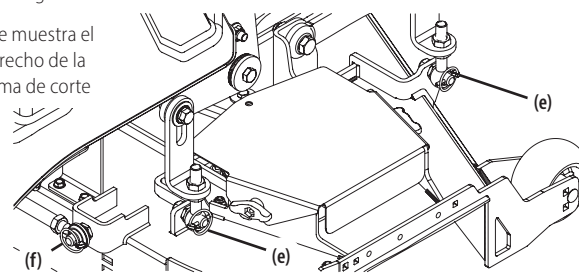

Figura 33
4. Extraiga los cuatro pasantes (e) que aseguran la plataforma a la unidad de elevación de plataforma. Consulte la Figura 33.
5. Extraiga el pasante (f) que asegura la barra estabilizadora trasera, a la parte posterior derecha de la plataforma. Consulte la Figura 33.